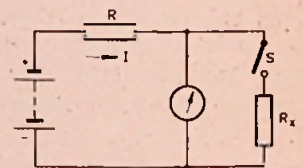

Fig. 12
a. De meest voor de hand liggende methode is om door de meter een stroom te sturen van bijv. 1 mA en vervolgens parallel met de meter een weerstand Rx te schakelen van een zodanige grootte, dat de stroom door de meter wordt gehalveerd. In dit geval is Rx gelijk aan de gevraagde meterweerstand. (Zie fig. 12).